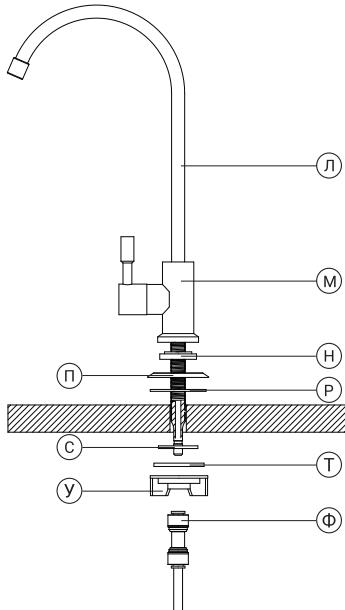

Рис. 13
2. Произведите монтаж крана (рис. 13) в следующей последовательности:
5. Свободный конец синей трубы 1/4", идущей от выхода постфильтра, подключите к фитингу 1/4" (Ф) (рис. 13) из комплекта поставки (см. раздел «Присоединение трубок» (стр. 9)).
6. Фитинг 1/4" вместе с установленной в него трубкой подключите к штоку крана чистой воды (см. раздел «Присоединение трубок» (стр. 9) и рис. 13).